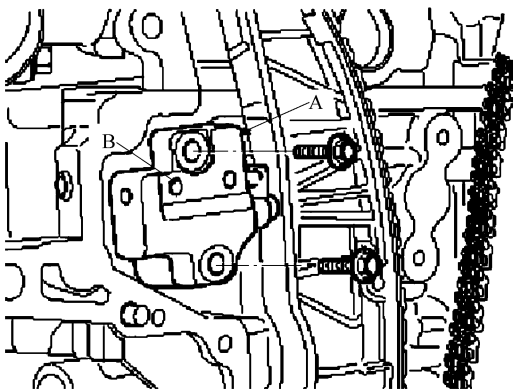

图 8-46 拆卸正时链张紧器
22) 拆卸液压张紧器(A)。注意: 拆卸张紧器前, 在上止点用销通过孔(B)来固定张紧器的活塞, 如图 8-46 所示。